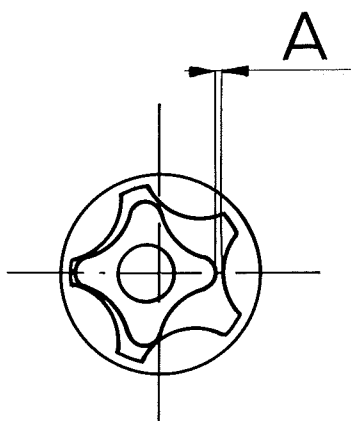

Fig. 93 - Jeu entre les deux rotors.
- Contrôler le rotor interne et externe s'ils présentent des traces de détérioration ou d'usure excessive, procéder à leur changement. Contrôler à l'aide du jeu d'épaisseurs réf: 5.9030.270.0 que le jeu entre les deux rotors (Fig. 93 et 94) ne soit pas supérieur aux valeurs indiquées dans le tableau des caractéristiques; dans le cas contraire, procéder au remplacement.